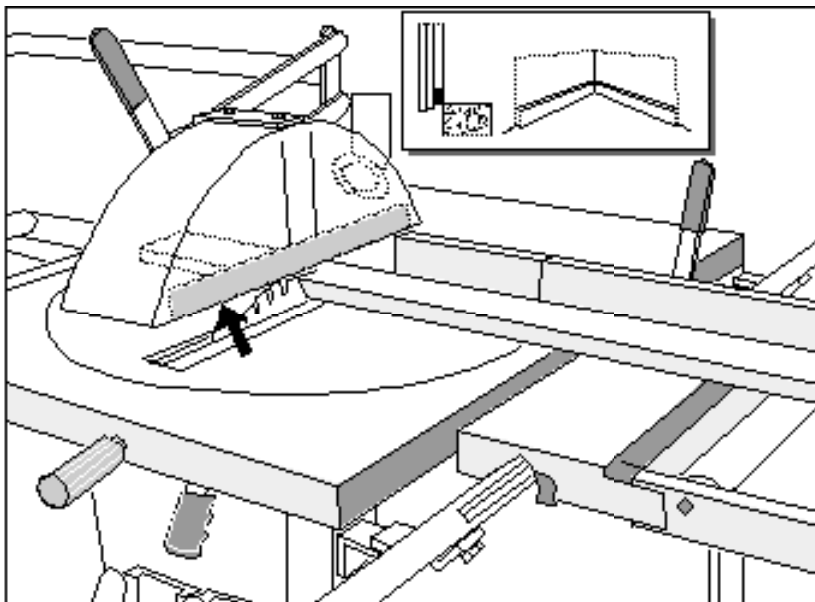

Fig. 5
- Ställ in sågklingan i önskad krängningsvinkel och dra åt låsskruven. Materialet kapas som under punkt 5.1. Se *fig. 5*.